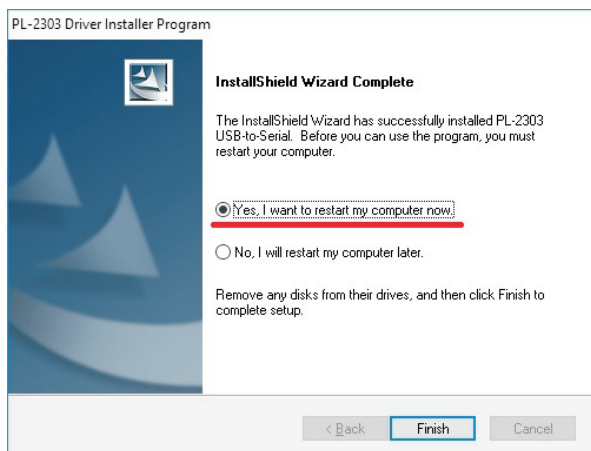

Рисунок 1.2 – Окно установки драйвера
2.1.7.2 Далее необходимо установить драйвер для работы прибора. Запустить установочный файл PL2303\_Prolific\_DriverInstaller\_v1210 (рисунок 1.1). Подождать пока программа установит драйвер, установить галочку напротив пункта «Yes, I want to restart my computer now» и нажать кнопку «Finish», компьютер должен перезагрузиться (рисунок 1.2).